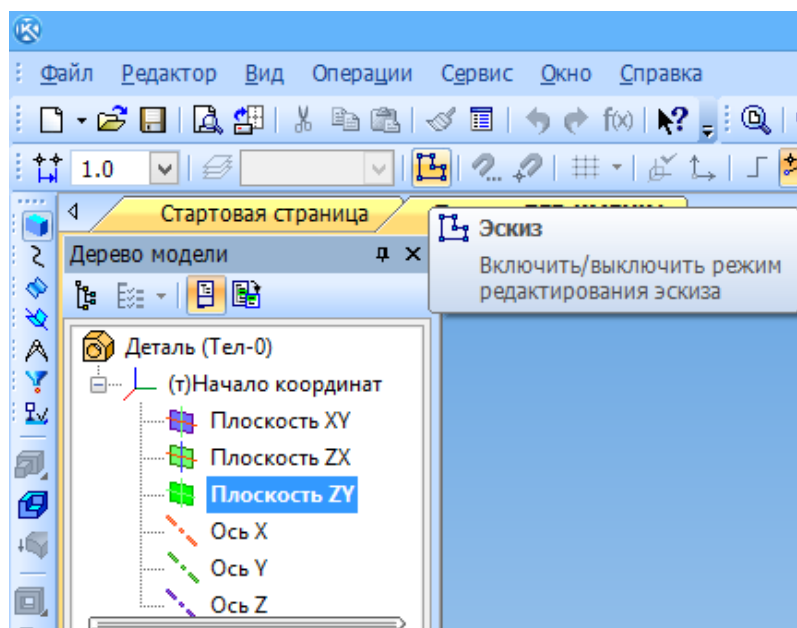

Рисунок 8.3 – Выбор плоскости построения для первого эскиза
2. В дереве построений выберите плоскость построений ZY и нажмите на пиктограмму «Эскиз»  (рисунок 8.3). Обратите внимание, что автоматически загрузилась компактная панель для двухмерного черчения.